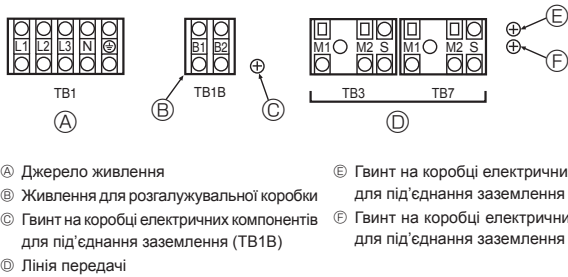

Fig. 6-1
6.2. Контрольна коробка та положення кабельного з'єднання (Fig. 6-1)
- З'єднайте проводи зовнішнього блока та внутрішнього блока або розгалужувальної коробки з клемною коробкою передачі (TB3) зовнішнього блока. З'єднайте проводи зовнішнього блока та централізованої системи керування з клемною коробкою передачі (TB7) зовнішнього блока. У разі використання екранованих кабелів підключіть заземлення екранованих кабелів до клеми заземлення (S) клемної колодки (TB3) або (TB7). Якщо з'єднання конектора живлення передачі зовнішнього блока змінилося з CN41 на CN42, підключіть екрановану клеми (S) клемної колодки (TB7) до гвинта (E) за допомогою провідника в комплекті.
- Клема екранування (S) клемної колодки передачі (TB3) з'єднується із заземленням (E), коли блок доставляється з заводу.